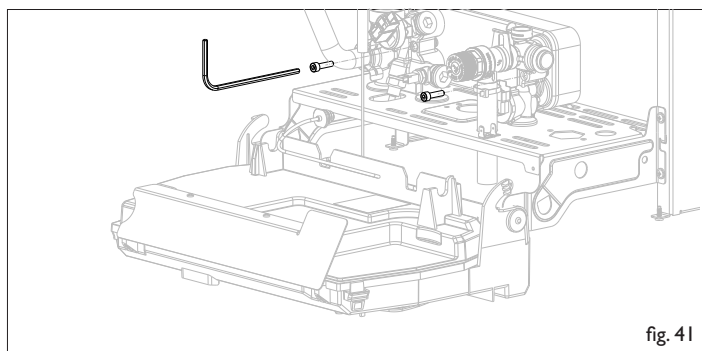

fig. 41
- Smontare lo scambiatore a piastre allentando, con una chiave a brugola, le 2 viti di fissaggio (fig. 41)